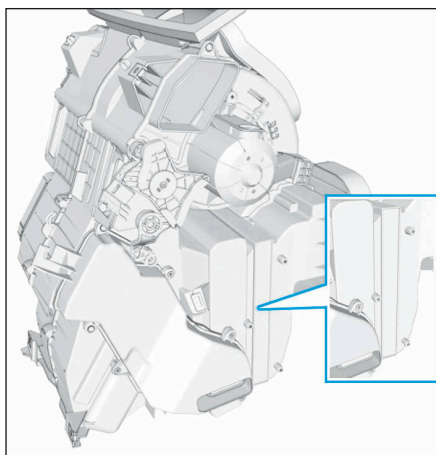

FIG.8
- A l'aide d'un forêt de 6 mm, percer les coins de la zone d'adaptation (Fig.8).